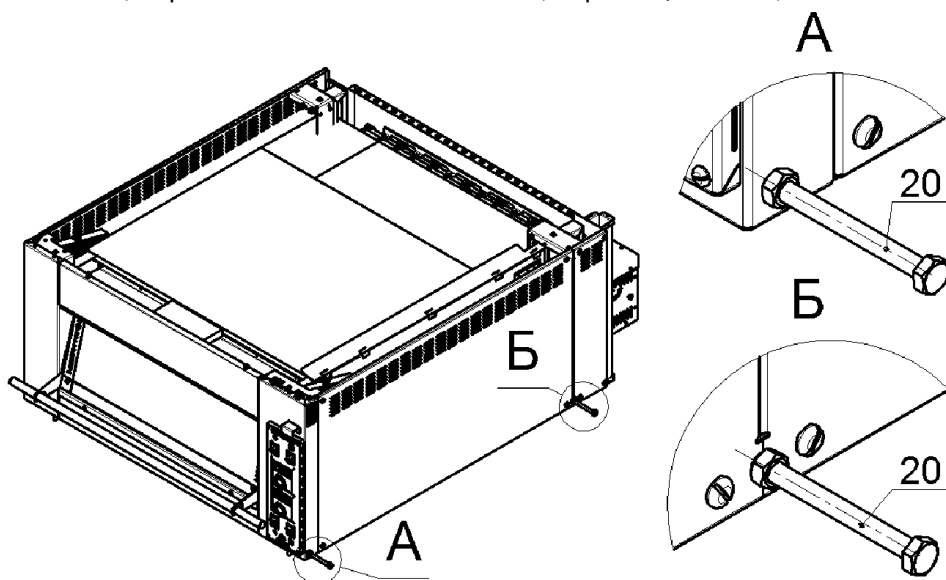

Рис.9
9. Для перемещения и установки печей на подставку, необходимо вернуть, на 15...20мм болты М8х90 с навёрнутыми гайками (поз.20 из комплекта подставки) в резьбовые отв. на нижних углах печи, законтрить гайки М8 и, берясь за болты ближе к гайкам, перемещать печь, как показано на рис.9: